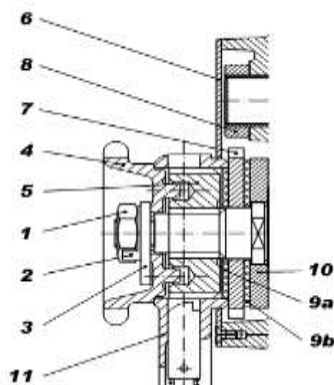

Рис. 8 Монтаж тормоза.
Ослабьте шайбы (2) и снимите гайку (1). Снимите шайбу (2) и упор (3), ручное колесо (4), колесо (5) и ручной рычаг (11). Снимите кожух (6) и тормозной вкладыш (9а), рогатку (7), и тормозной вкладыш (9б) и шайбу (10). Смонтируйте. (рис. 8)
снимите гайку (1), снимите и поверните упор (3), чтобы между зубом (2А или 2В) был угол 50 градусов. В случае невозможности достичь требуемого, рис. 8. Регулировка тормоза снимите ручное колесо (4), затем поверните таким образом, чтобы между упором (3) и некоторым из зубов (2А или 2В) был требуемый угол. Проведите испытание тормоза.
3. Проверьте тормозные колодки, собачку и рогатку, (детали 9а, 9в, 7 и 10 на рис. 8), очистите.